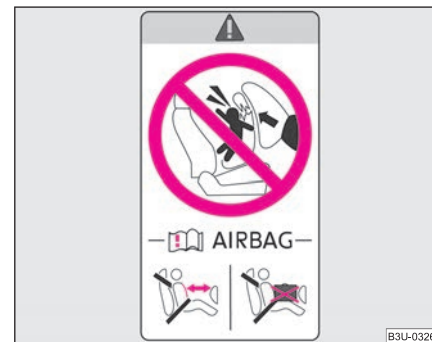

Fig. 174 Autocolant pe stâlpul central al ușilor, partea pasagerului din dreapta
- Asupra acestui aspect atenționează și autocolantul amplasat pe partea dreaptă, pe stâlpul central al ușilor ⇒ fig. 174. Eticheta poate fi observată după deschiderea ușii pasagerului din dreapta. În unele țări, eticheta este lipită și pe parosolarul pasagerului din dreapta.